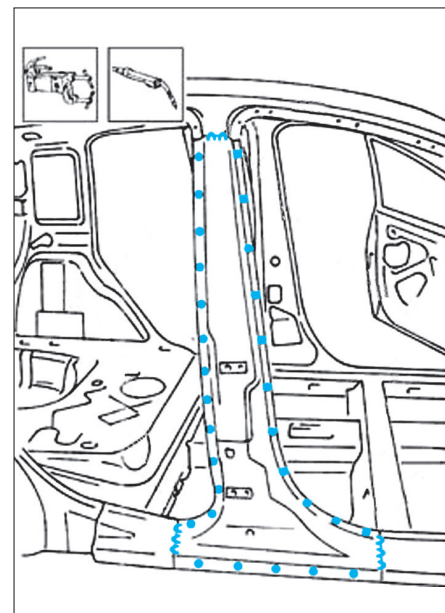

FIG. 18
- Ajuster le pied de milieu avec la porte avant et arrière, puis souder comme illustré (Fig.18).